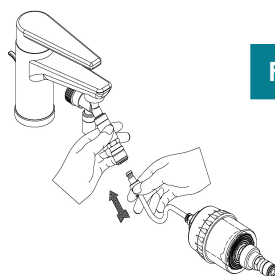

FIG 7
3. A questo punto dovrete montare la Valvola Termostatica *(se non presente passare direttamente alla fase 4. FIG 7).*